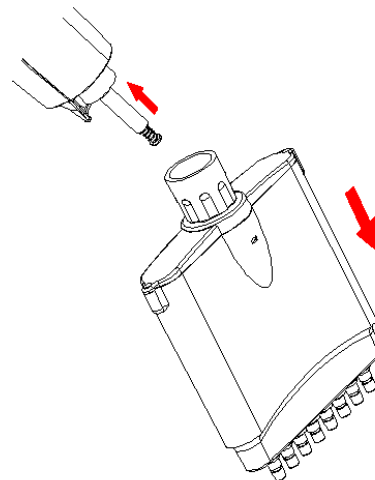

Abb. 14: Der untere Teil löst sich nun automatisch.
5. Der untere Teil löst sich nun automatisch wie in Abb. 14 zu sehen ist.